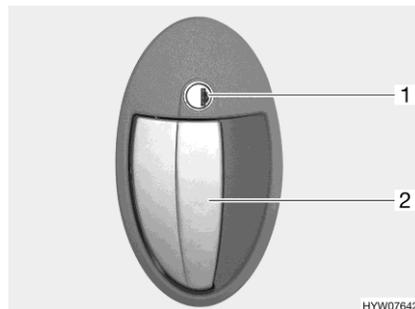

Fig. 53 Serrure de porte (porte cellule, extérieur)
Ouvrir : ■ Insérer la clé dans le barillet (Fig. 53,1) et la tourner dans le sens des aiguilles d'une montre jusqu'à ce que la serrure de la porte soit déverrouillée.
■ Tirer sur la poignée de la porte (Fig. 53,2). La porte est ouverte.
Verrouiller : ■ Insérer la clé dans le barillet (Fig. 53,1) et la tourner dans le sens inverse des aiguilles d'une montre jusqu'à ce que la serrure de la porte soit verrouillée.